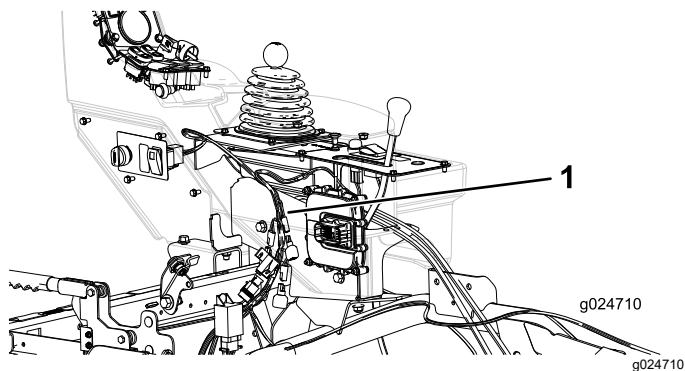

Bild 6
2. Verlegen des Kabelbaums zum seitlichen Bedienfeld (**Bild 6**).